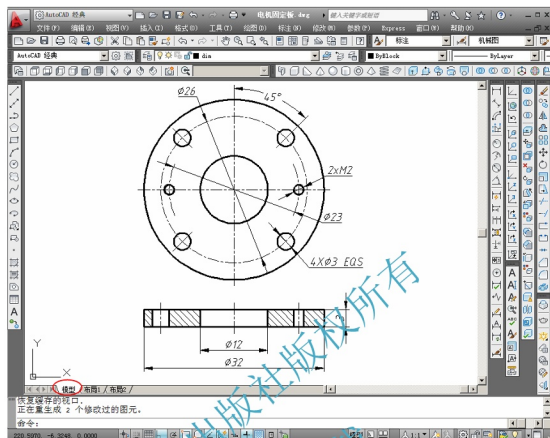
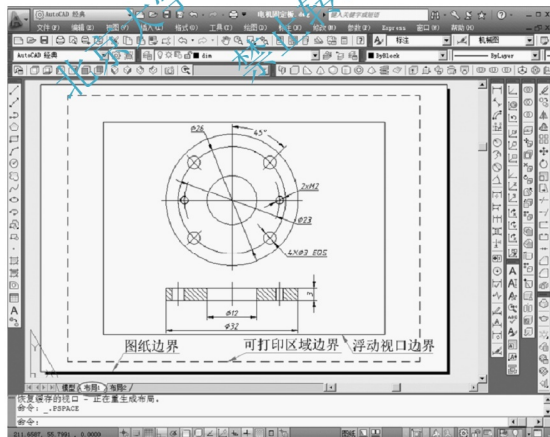

图 8-2 【模型】环境的图形界面
图 8-3 【布局】环境的图形界面
(2) 使用 TILEMODE(TM 或 TD)系统命令：当 TILEMODE=1 时，切换到模型空间；当 TILEMODE=0 时，切换到图纸空间。图 8-2 为模型空间的图形界面，当切换至图纸空间时，默认的图形界面如图 8-3 所示，其中，白色区域相当于一张空白图纸，虚线是默认的可打印区域的边界线，实线窗口为自动形成的浮动视口。
以图 8-2 中的图形为例，介绍在【布局】中打印图形的一般步骤。
单击【模型】选项卡，切换至模型空间，绘制如图 8-2 所示图形，并标注尺寸。
单击【布局 1】，如图 8-3 所示，打开【页面设置管理器】，为当前布局或图纸进行页面设置。
从【模型】切换到【布局】时，图纸界面上有一虚线窗口(图 8-3)，虚线内为可打印区域，虚线外则无法打印。为了使整张图纸都能被打印，必须重新设置可打印区域范围。过程如下：